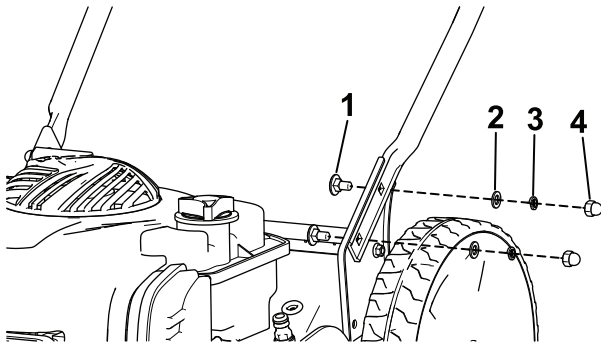

Bild 3
1. Befestigen Sie den unteren Holm mit vier Schrauben, vier Flachscheiben, vier geteilten Scheiben und vier Muttern am Rasenmähergehäuse (**Bild 3**).